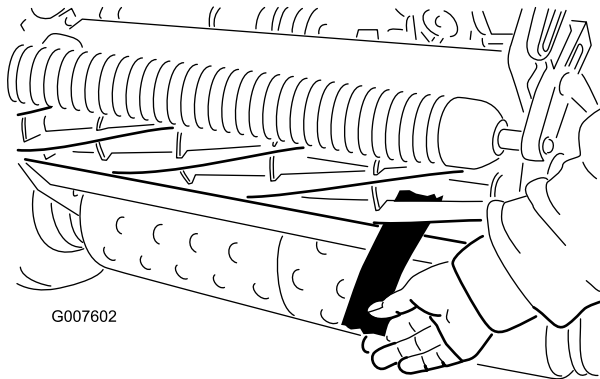

Bild 50
4. Führen Sie an beiden Seiten der Spindelvorderseite einen langen Zeitungspapierstreifen zwischen die Spindel und dem Untermesser ein (Bild 50). Drehen Sie die Spindel langsam vorwärts. Drehen Sie gleichzeitig
6. Vergewissern Sie sich nach dieser Einstellung, dass die Spindel Papier einklemmen kann, das von vorne eingeführt wird, und Papier schneiden kann, das senkrecht zum Untermesser eingeführt wird (Bild 50). Papier müsste sich mit minimalem Kontakt zwischen Untermesser und Messerspindeln schneiden lassen. Wenn der Spindelwiderstand zu hoch ist (mehr als 0,79 N-m), läppen oder fräsen Sie das Mähwerk, um die für genaues Schneiden erforderlichen scharfen Kanten zu erhalten. Weitere Informationen finden Sie in der Anleitung *Toro Bedienungsanleitung für das Schärfen der Spindeln*.